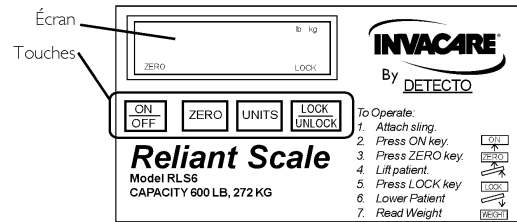

Fig. 11-2
6. Fixer la tige de la barre à rotule dans le cellule avec la vis de montage et l'écrou de blocage fournis. Bien serrer. Se référer au Schéma B de la FIGURE 11.2.